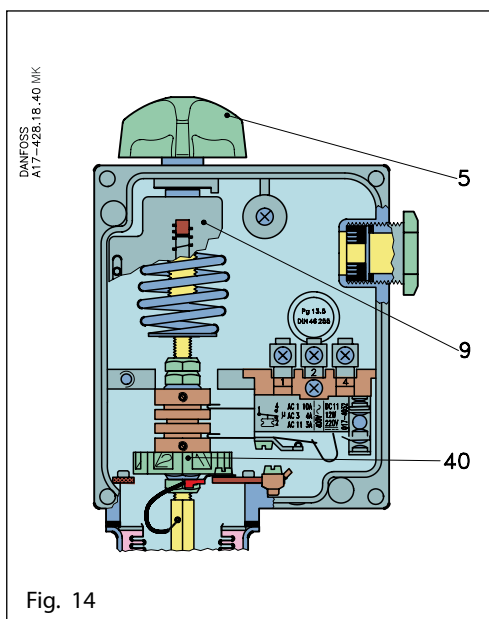
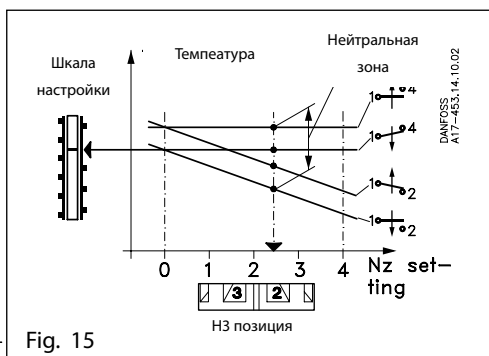

Fig. 14
Fig. 15
L'impostazione viene effettuata mediante apposita manopola (5), fig. 14, leggendo la scala principale (9). Il valore di impostazione è la temperatura di apertura dei contatti 1-4, fig. 15. La zona neutra necessaria deve essere individuata nel grafico relativo all'unità interessata, fig. 16. La posizione nella quale il disco di zona neutra (40) deve essere impostato, può essere letta nella scala inferiore del diagramma.